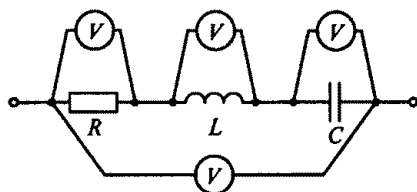

Рис. 97
3.53.Р. В цепи синусоидального тока на рис. 97 все четыре вольтметра показывают одинаковое напряжение 54 В . Чему равно мгновенное значение общего напряжения u , если начальная фаза напряжения u_L равна 38° ?